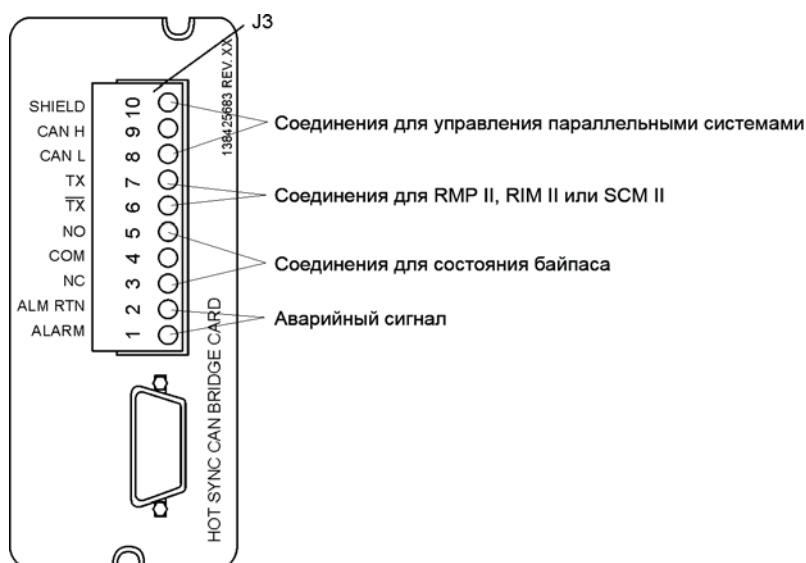
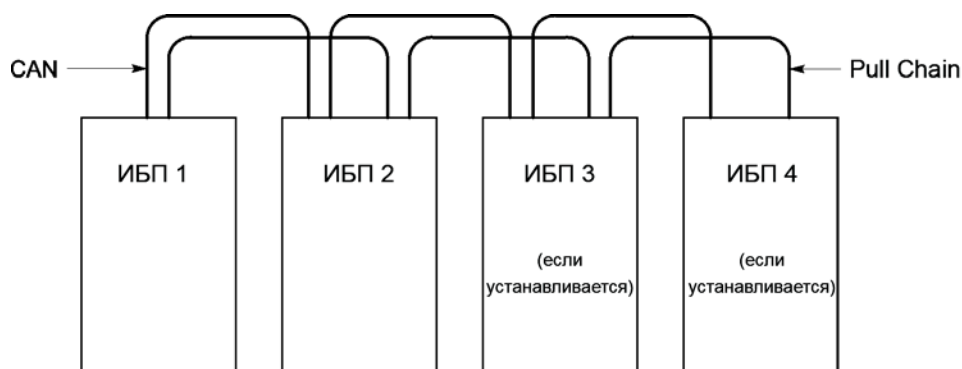
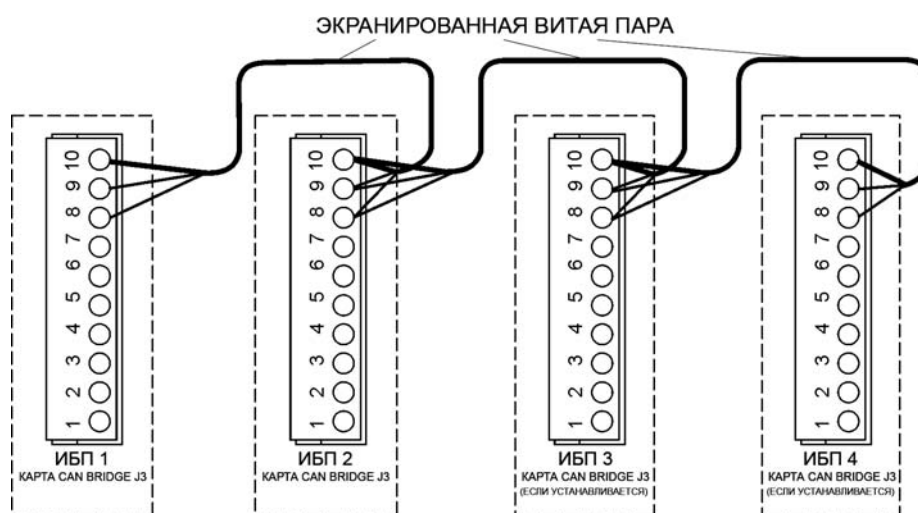

Рис. 5-2. Подключения карты Hot Sync CAN Bridge
Рис. 5-3. Установка упрощенной интерфейсной проводки Pull-Chain и CAN системы с распределенным байпасом
Рис. 5-4. Подключение CAN системы с распределенным байпасом ИБП без использования МОВ
Расположение соответствующих клемм на карте HotSync CAN Bridge см. на Рис. 5-2 и в Табл. 5-1 на стр. 71.
7. Проложите и установите проводку CAN между шкафами ИБП. Расположение клемм карты HotSync CAN Bridge см. на Рис. 5-2 и в Табл. 5-1 на стр. 71, а информацию по подключению проводки на Рис. 5-3, Рис. 5-4 и в Табл. 5-2 на стр. 74.